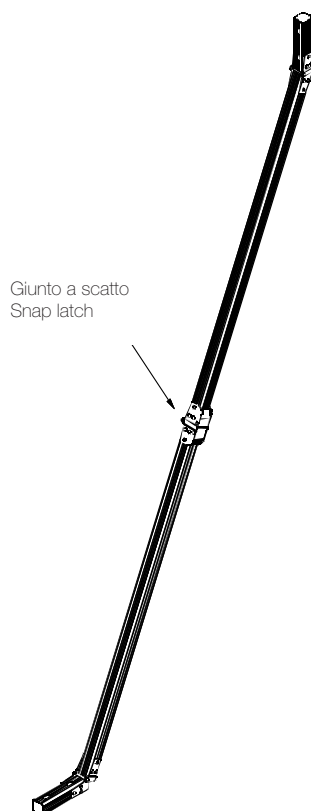

fig 11
2. Aprire le AT-Leg seguendo le indicazioni in figura. I giunti a scatto si bloccheranno automaticamente. (fig. 11)
2. Unfold the AT-Leg following the directions given below, snap latches will automatically lock (fig. 11)